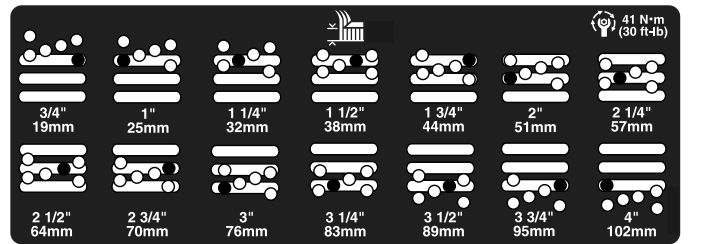

Figura 23
5. Mueva la cámara a la altura deseada e instale el espaciador en el taladro y la ranura de altura de corte deseados (Figura 23).